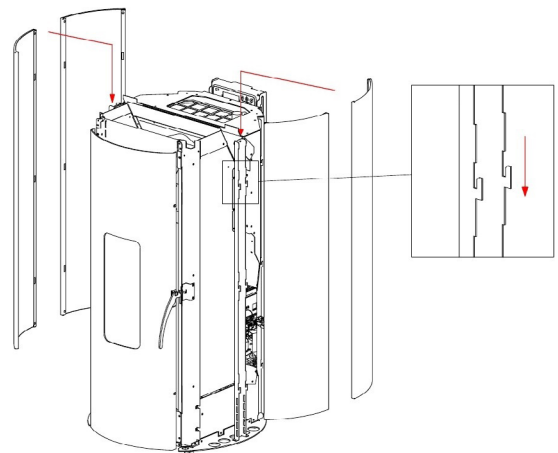

Fig. 39 - De zijpanelen losmaken
- De zijpanelen losmaken (zie **Fig. 39 op pag. 22**).